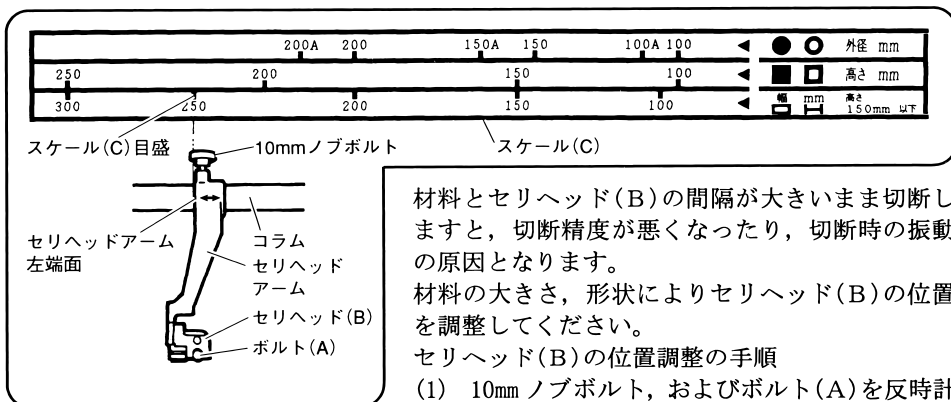

図 26
- (1) 10mm ノブボルト、およびボルト(A)を反時計方向に2～3回まわしてください。(図26, 27)
- (2) セリヘッドアームを手で持って移動し、セリヘッドアームの左端面のスケール(B)の読みが、切断しようとする材料の形状、大きさになる位置に合わせます。(図26)
- (3) 10mm ノブボルトを締付け、セリヘッドアームを固定します。
- (4) ボルト(A)がセリヘッド(B)の側面に突当たるまで軽く締付けてください。
- (5) ノコカバー(B)部の6 mm ノブボルトをゆるめ、スライドカバーをスライドさせて、セリヘッド(B)に近づけます。
- (6) 6 mm ノブボルトを締付けて、スライドカバーを固定します。